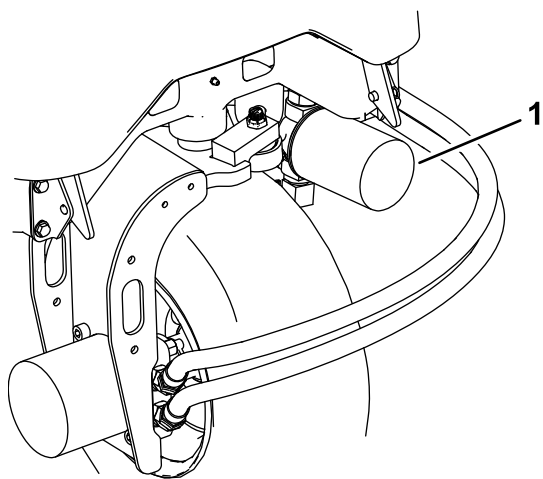

Figura 64
3. Limpe em torno da área de montagem do filtro, coloque um recipiente de escoamento debaixo do filtro e retire o filtro (Figura 64).
2. Desconecte as linhas hidráulicas ou retire o filtro hidráulico e deixe que o fluido hidráulico esorra para dentro de um recipiente de escoamento (Figura 64 e Figura 65).